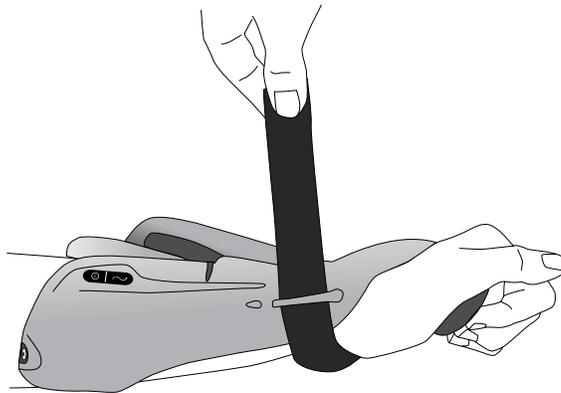

Abbildung 6-9: Festziehen des Handgelenkgurts
2. Führen Sie den Handgelenkgurt unter dem Handgelenk durch und dann durch die Handgelenkgurtführung nach oben. Siehe Abbildung 6-9.